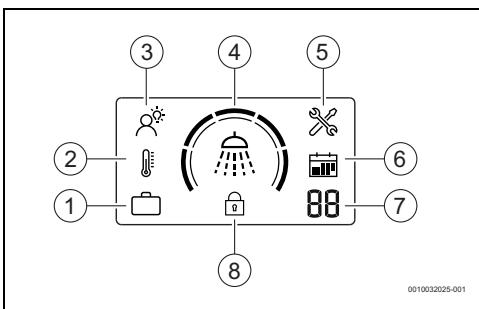

Fig. 5 Display pannello di controllo
- ▶ Premere il tasto  finché sul display non viene visualizzata la modalità INTELLIGENTE (→ Fig. 5 [3]).
- ▶ Premere il tasto  finché sul display non viene visualizzata la modalità Manuale (→ Fig. 5 [2]).
- ▶ Premere il tasto  finché sul display non viene visualizzata la modalità Vacanze (→ Fig. 5 [1]).
- ▶ Premere il tasto  per impostare il numero di gironi di vacanza desiderati (→ Fig. 5 [7]).
I blocchi funzionali del pannello di comando (→ Fig. 5 [8]).